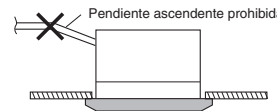

Fig. 3-28
- No instale el tubo con una pendiente hacia arriba desde el orificio de conexión. De lo contrario, el agua de drenaje podría fluir hacia atrás y fugarse cuando la unidad no está en funcionamiento. (Fig. 3-28)